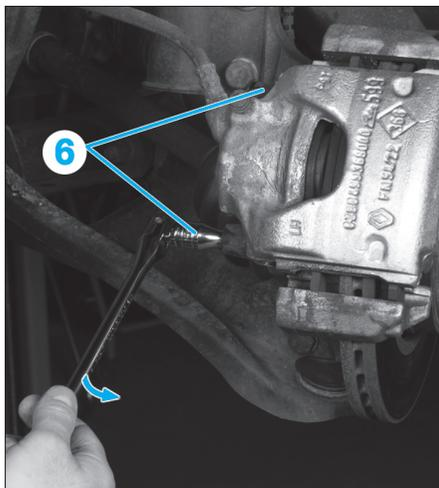

Fig. 8
- les colonnettes (6) à l'aide d'une clé six pans mâle (Fig.8),